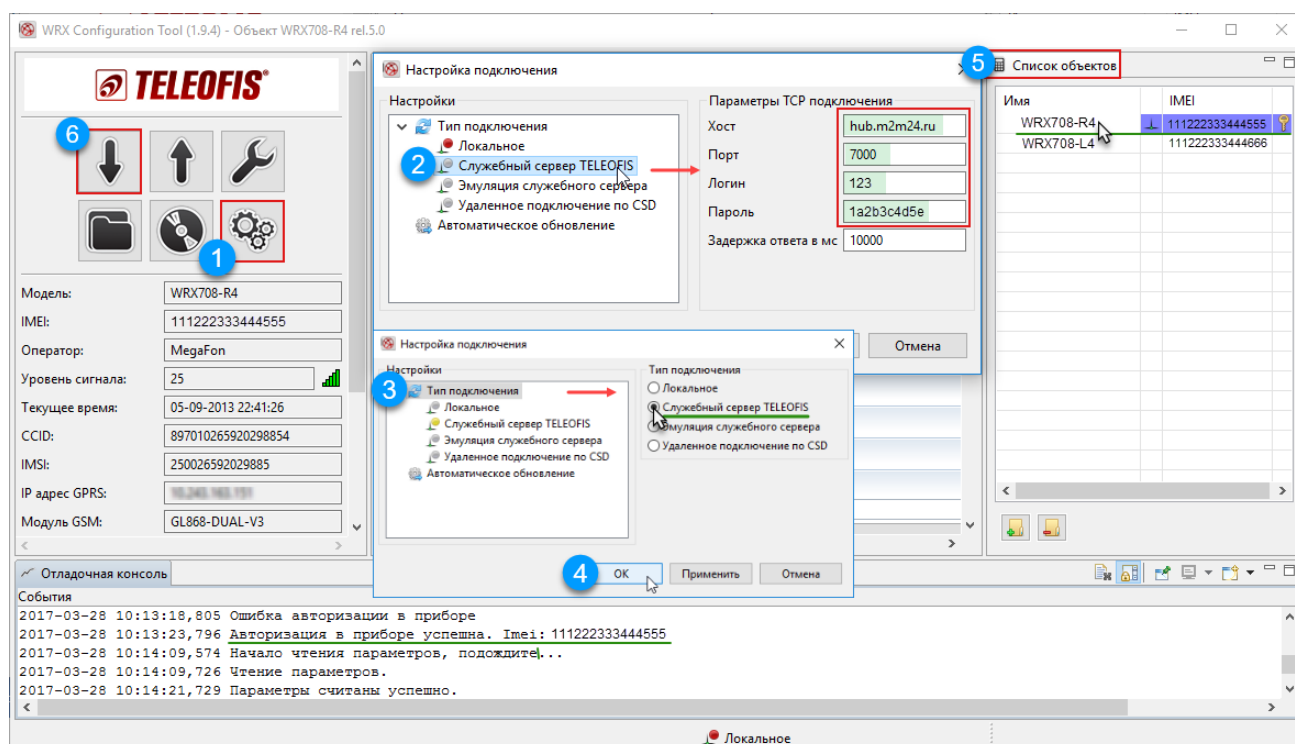

Рис. 33. Настройка подключения терминала к служебному серверу M2M24.
5. В программе WRX Configuration Tool настройте параметры TCP-подключения (Рис. 33):
- В меню **Настройки подключения** (1) в левой части открывшегося окна нажмите на **Служебный сервер TELEOFIS** (2) и введите параметры TCP-подключения: хост — **hub.m2m24.ru**, порт — **7000**, логин и пароль — из загруженного с раздела **service** файла конфигурации (в примере: логин — 123, пароль - 1a2b3c4d5e).
- Нажмите **Тип подключения** (3) и в правой части окна выберите тип подключения **Служебный сервер TELEOFIS**. Примените выбранные изменения, нажав **ОК** (4).
- В окне **Список объектов** (5) выберите терминал, к которому хотите подключиться по служебному каналу. Дождитесь, пока в отладочной консоли появится сообщение **Авторизация в приборе успешна**.